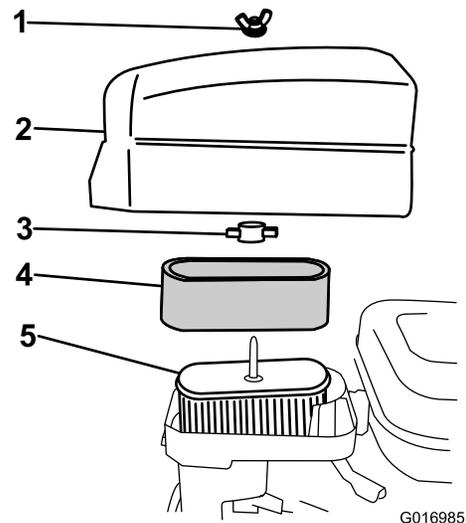

Figure 26
- Si l'élément en mousse est encrassé, sortez-le de l'élément en papier (Figure 26) et nettoyez-le soigneusement comme suit :